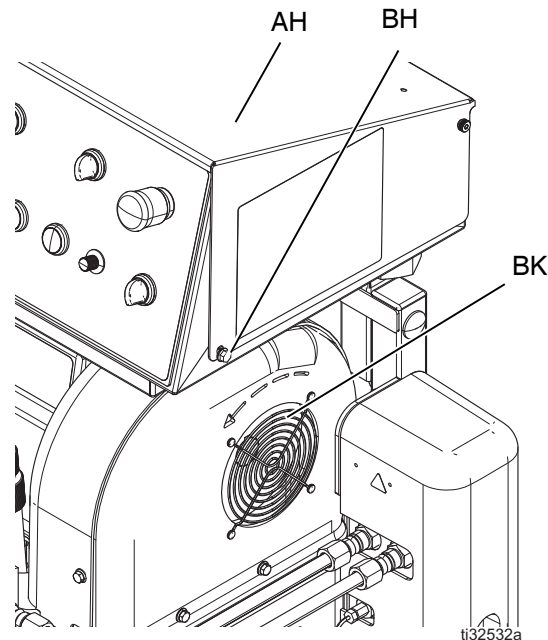

FIG. 7: Rotación del motor eléctrico
7. Observe que el ventilador del motor eléctrico (BK) gire correctamente. Vea la FIG. 7.
- a. Active el interruptor principal de desconexión (CE).
- b. Encienda el interruptor de alimentación de control (CH). Ponga el interruptor de control de la bomba (CL) en la posición NEUTRAL.
- c. Encienda brevemente el interruptor de alimentación del motor (CN). Observe en qué dirección gira el ventilador del motor eléctrico (BK). Vea la FIG. 7.
- a. Apague inmediatamente el interruptor de alimentación del motor (CN).
- b. Apague el interruptor de alimentación de control (CH).
- c. Apague el interruptor principal de desconexión (CE).